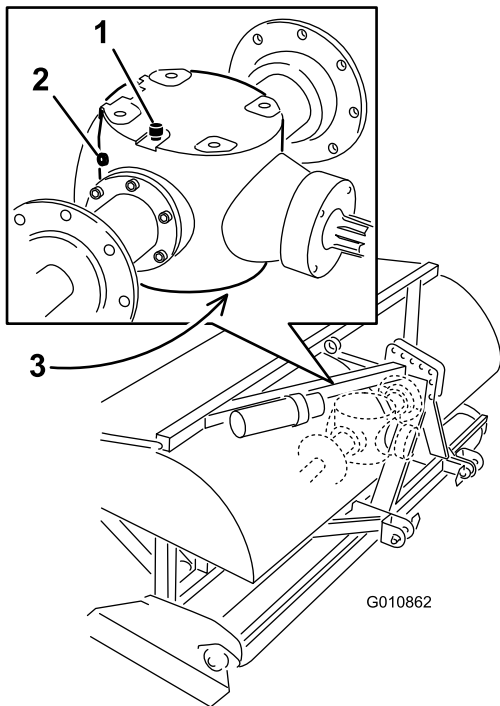

Figura 44
3. Remova o tampão de verificação da caixa de velocidades (Figura 44).
4. Certifique-se de que o nível se situa pela base do orifício do bujão na caixa de velocidades (Figura 44).
1. Elimine os detritos do tampão de ventilação/enchimento e verifique o tampão de escoamento para evitar contaminação (Figura 44).